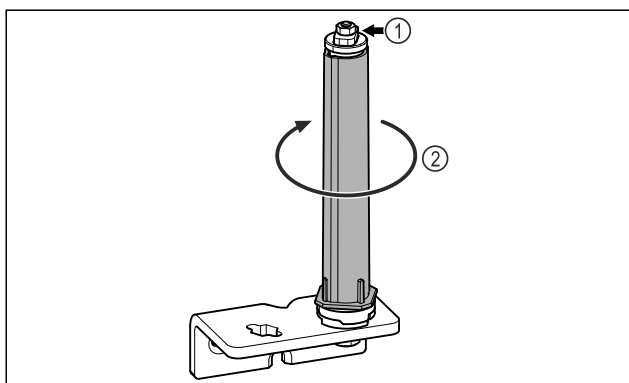

Fig. 18
- Не разбирайте систему закрытия двери Fig. 18 (1).
- Поворачивайте систему закрытия Fig. 18 (2) до щелчка.